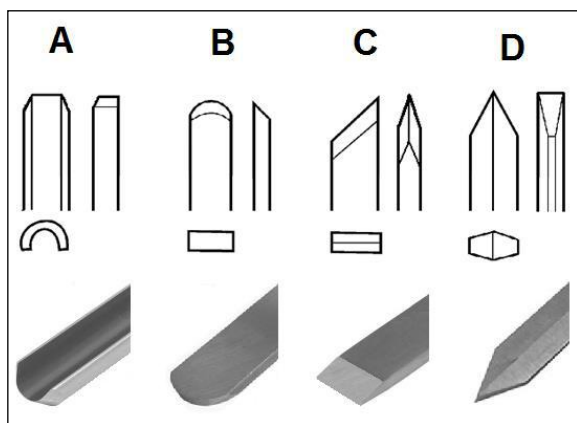

Fig 9
#### Drechselröhre (A, Fig 9)
#### Schaber (B, Fig 9)
#### Schrägmeißel (C, Fig 9)
**Abstechstahl (D, Fig 9)** Wird verwendet um direkt in das Werkstück einzutauchen, z.B. beim Einstechen auf Mass, Hinterdrehen, und Abstechen. Kann auch als Schaber eingesetzt werden.